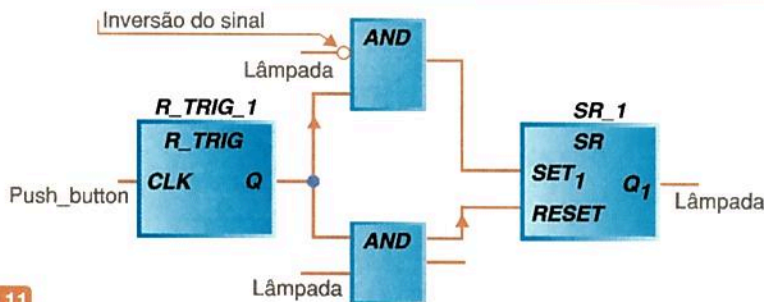

Figura 11
**Funcionamento do circuito:** Ao darmos um pulso no Push-Button (figura 11), a saída da função R\_TRIG gerará um pulso, e este tem a finalidade de ligar a saída (variável LÂMPADA) caso ela esteja desligada, ou desligá-la caso esta esteja previamente ligada, esta lógica é realizada pelas duas portas AND do circuito.